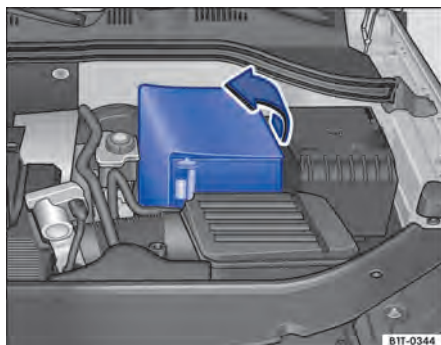

Fig. 136 No compartimento do motor: rebater a guarnição da bateria do veículo para fora.
- Rebater a cobertura para fora no sentido da seta ⇒ Fig. 136.